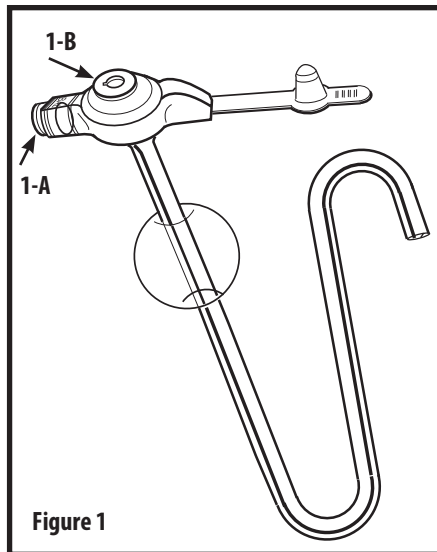

Figure 1
2. С помощью 6-мл шприца Льюэра, поставляемого в комплекте, наполните баллон 5 мл стерилизованной или дистиллированной водой через разъем баллона (рис. 1-A).
4. С помощью шприца Льюэра прогоните воду сквозь еюнальный разъем (рис. 1-B) для проверки проходимости.